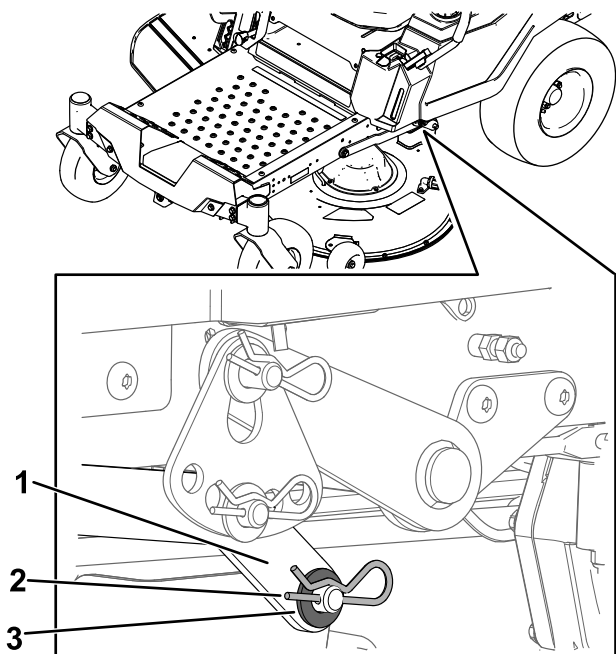

Bild 74
7. Entfernen Sie auf einer Seite der Maschine die Unterlegscheibe und den Splint vom Mähwerksstift (Bild 74).
8. Entfernen Sie den Hubarm vom Mähwerksstift (Bild 74).
5. Heben Sie auf einer Seite der Maschine die Rückseite des Mähwerks an und montieren Sie den Hubarm am Mähwerksstift (Bild 74).
6. Montieren Sie den Hubarm mit der Unterlegscheibe und dem Splint (Bild 74).